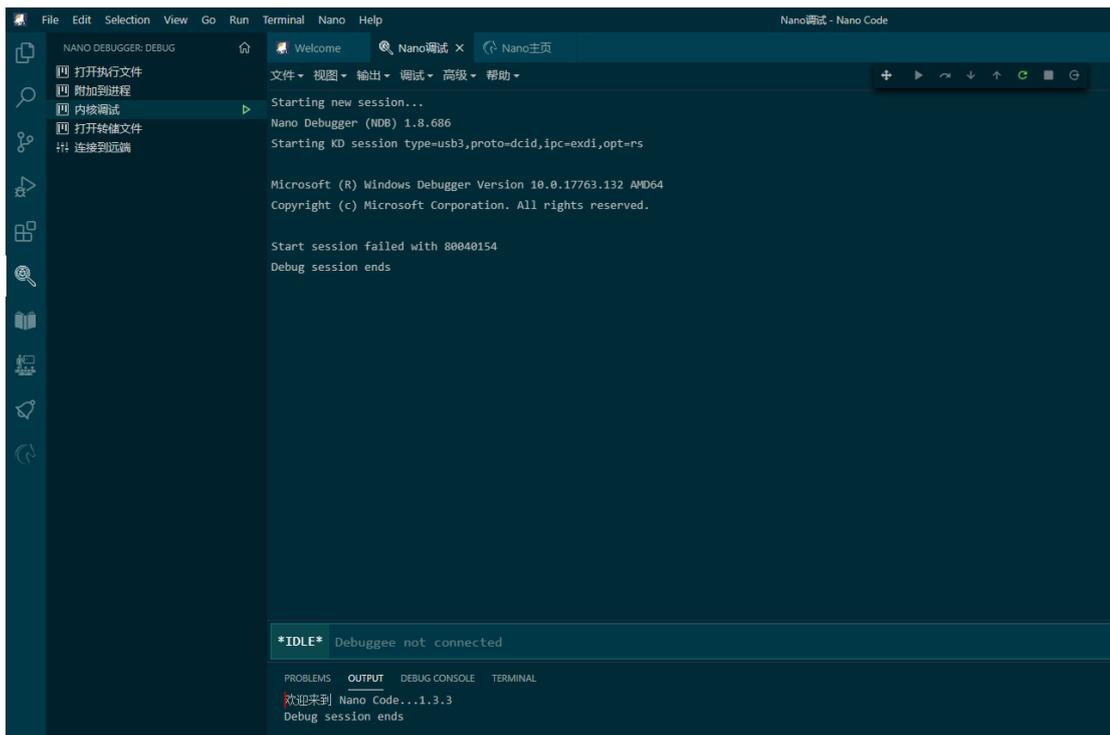

图 5.1 使用 DCI Exdi 启动调试会话导致调试会话直接结束
- (1) 尝试查看设备管理器中的通用串行总线控制器下是否有未知设备，禁用未知设备后再重新启用查看 DCI 设备是否出现；若有，则连接成功；若无，则见 (2)。
- (2) 尝试插拔 USB3.0 专用电缆及其他 USB 设备，看是否出现新设备；若出现 DCI 设备，则连接成功；若出现未知设备，则重复 (1)；若无，则见 (3)。
- (3) 禁用设备管理器中的通用串行总线控制器下 USB3.0 主控制器，然后在再启用 USB3.0 主控制器（可通过 ALT+A=>A 刷新设备管理器）；若出现 DCI 设备，则连接成功；若出现未知设备，则重复 (1)；若无，则连接失败，检查 DCI 驱动是否已经安装好。
- (4) 若实在是很肯定 DCI 驱动已经安装好，但仍无 DCI 设备出现，则应考虑 4.2 中的第 4 步；或不断插拔 USB3.0 专用电缆及其他 USB 设备直至 DCI 设备出现。
- 只要使用 DCI Exdi 启动调试会话，就会导致调试会话直接介绍，详细情况见图 5.1；NanoCode 设置 IPCAPI 的路径时选择 Exdilpc.dll 文件依然无效，暂不知道原因，因此暂时只能选择 DCI Open 启动调试会话。